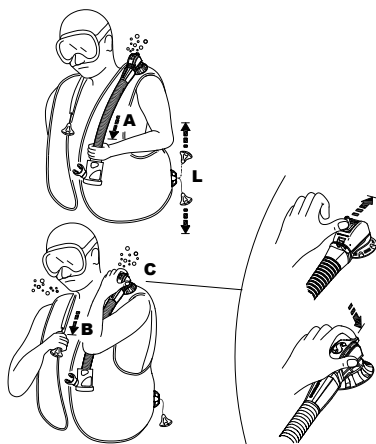

fig. 7
- a. forsigtigt at trække i slangeenheden (fig. 7 - A).
- b. at trykke på knappen, der stikker ud af ventilhuset (fig. 7 - C) (patenteret): dette system kan også være nyttigt at tømme luften for en anden dykker, der har problemer (panik, nybegynder, bevidstløshed osv.).
- SCUBAPRO® dobbelt manuel tømningsventil (patenteret) har en sikkerhedshåndknap, der frigiver luft, når der trykkes på den (fig 7-C), i tilfælde af fejl i det manuelle tømningsystem (ødelagt kabel, pin osv.) eller mens du trækker vejret fra en Air 2.
### **Skulderventil (fig. 7-B)**
Ventilen på højre skulder aktiveres, hvis den er til stede, ved forsigtigt at trække i kuglen, der er forbundet via en snor til selve ventilen (fig. 7 - B). For at betjene begge typer af tømningsventiler skal du vende ventilen til en position, der er højere end luftblæren i BCD'en. Aktivér tømningsventilen, indtil den ønskede opdrift er nået. Stop med at trække/trykke for at lukke ventilen (fig. 7 - B).
### **Nederste tømmeventil (fig. 7 - L)**
Tømningsenhederne med udstrømning af luft er skulderventilen fig. (7-B) og den nedre ventil (fig 7-L).